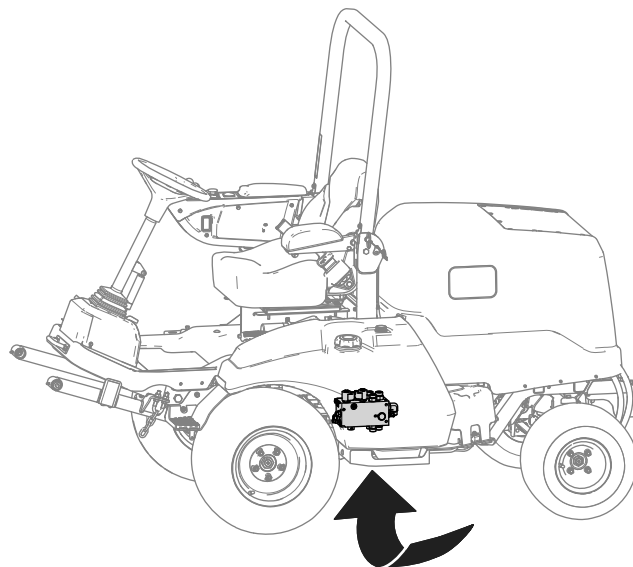

Figura 5
1. Localice el distribuidor de elevación desde debajo de la máquina (Figura 5).